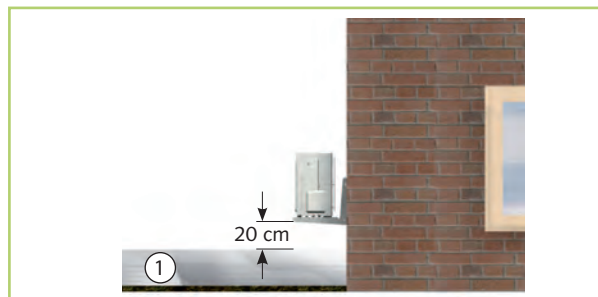

Abb. 35: Schutz vor Schnee
- Wird das Außenmodul in einer Gegend mit starkem Wind aufgestellt, muss das Gerät vor dem Wind geschützt werden (Abb. 34). Bei der Montage sind Schneegrenzen zu beachten (Abb. 35).
- Beachten Sie bei der Aufstellung die zu erwartende Schneehöhe und eine Erhöhung um ca. 20 cm, damit ganzjährig ein freies Ansaugen und Ausblasen der Außenluft gewährleistet werden kann (Abb. 35).